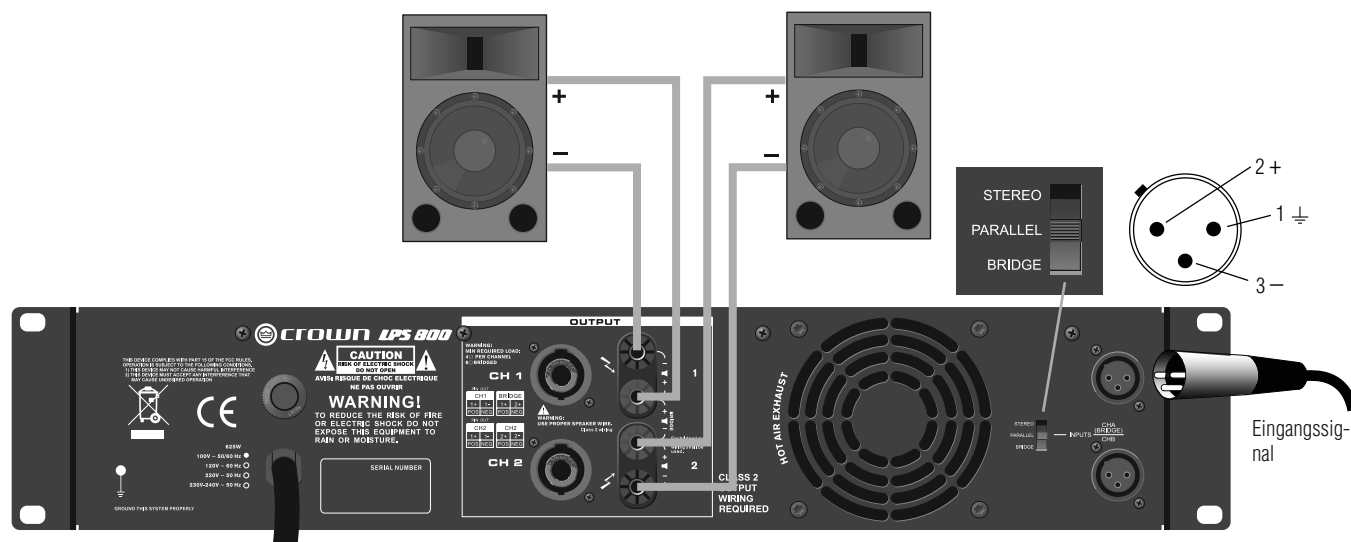

Abbildung 8: Parallele Verkabelung über die Schraubklemmen-Anschlüsse
1. Siehe Abbildung 8. Stellen Sie den Betriebsmodusumschalter an der Rückplatte auf PARALLEL.